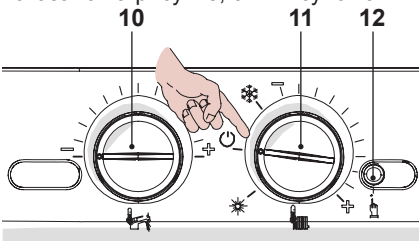

Рисунок 9.21
- Чтобы выйти из режима программирования, установите переключатель 11, как показано на рисунке, см. Рисунок 9.21.